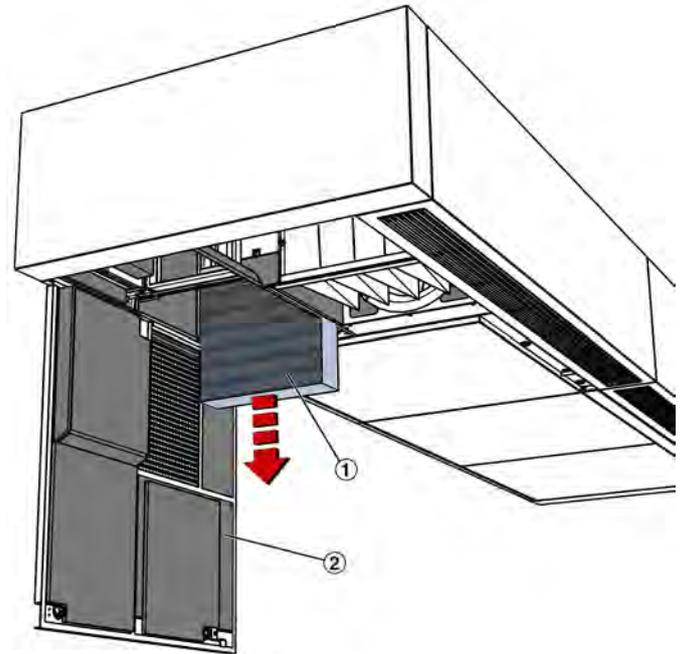

Abb. 86: Abluftfilter
2. ▶ Den Revisionsdeckel (Abb. 86 /2) des Lüftungsgerätes öffnen ↗ 8.1.2.1 „Revisionsdeckel öffnen/schließen“ auf Seite 54 .
7. ▶ Abluftfilter (Abb. 86 /1) nach unten heraus ziehen.